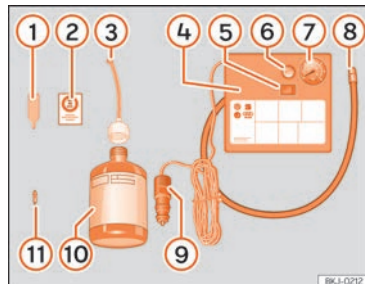

Abb. 194 Prinzipdarstellung: Bestandteile des Pannensets
Das Pannenset befindet sich im Gepäckraum unter dem Bodenbelag. Es besteht aus folgenden Bestandteilen >>> (Abb. 194):
- Ventilkappe und Ventileinsatz vom Reifenventil abschrauben. Verwenden Sie den Ventileinsatzdreher »» (Abb. 194) ① zum Herausschrauben des Ventileinsatzes. Legen Sie den Ventileinsatz auf einem sauberen Untergrund ab.
- Reifenfüllflasche kräftig schütteln »» (Abb. 194) ⑩.
- Einfüllschlauch »» (Abb. 194) ③ auf die Reifenfüllflasche schrauben. Die Folie am Verschluss wird automatisch durchstoßen.
- Verschlussstopfen vom Einfüllschlauch »» (Abb. 194) ③ entfernen und das offene Schlauchende auf das Reifenventil schrauben.
- Ventileinsatz mit dem Ventileinsatzdreher »» (Abb. 194) ① wieder in das Reifenventil schrauben.
- Reifenfüllschlauch »» (Abb. 194) ⑧ des Luftkompressors fest auf das Reifenventil schrauben.
- Prüfen, ob die Luftablassschraube »» (Abb. 194) ⑥ zuge dreht ist.
- Kabelstecker »» (Abb. 194) ⑨ in eine 12-Volt-Steckdose des Fahrzeugs stecken »» S. 184.
- Luftkompressor mit dem EIN-/AUS-Schalter »» (Abb. 194) ⑤ einschalten.
- Kleben Sie den Aufkleber »» (Abb. 194) ② im Sichtfeld des Fahrers auf das Kombi-Instrument.
» » (Abb. 194)  wieder an und lesen Sie den Reifenfülldruck an der Reifenfülldruckanzeige  ab.